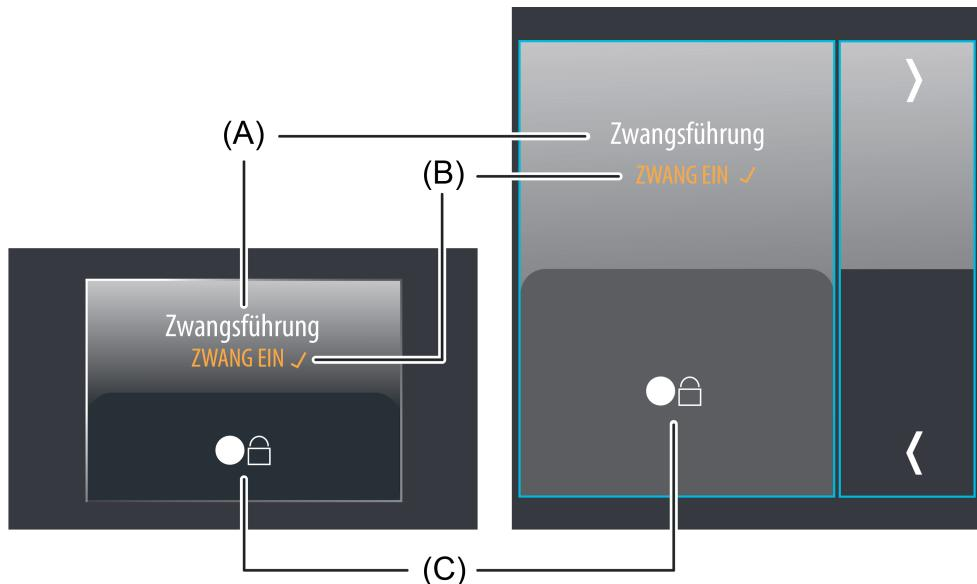

Bild 41: Beispiel für Bedien- und Anzeigeelement der KNX Funktion "Zwangsführung"
Der Anzeigebereich enthält verschiedene Darstellungselemente (Bild 41), die durch Parameter beeinflusst werden. Jeder KNX Funktion kann in der Konfigurationssoftware eine Bezeichnung vergeben werden (A). Diese Text-Bezeichnung wird im Anzeigeelement zentriert zur Anzeige gebracht, wodurch steuerbare KNX Funktionen für den Anwender kenntlich gemacht werden (z. B. "Zwangsführung"). Zusätzlich wird unterhalb der Bezeichnung ein Statustext (B) eingeblendet, der abhängig von den Objektwerten den jeweils gewählten Schaltzustand (im Normalbetrieb oder durch Zwangsführung) im Klartext anzeigt. Der angezeigte Text kann separat für jeden Zustand in der Konfigurationssoftware parametrieren werden (z. B. "ZWANG EIN"). Solange nach einem Gerätereset noch kein Objektwert vorgegeben oder empfangen wurde, zeigt der Statustext "---" an.